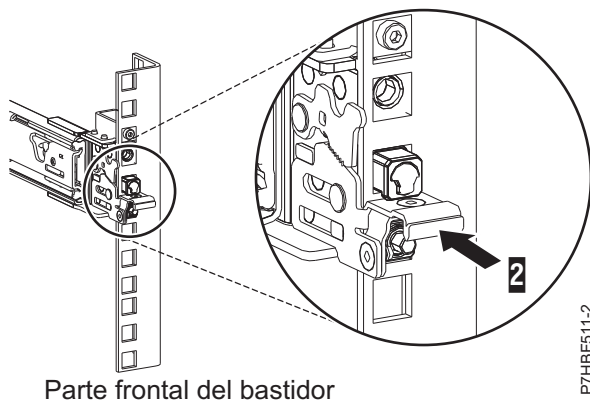

Figura 23. Pestillo colocado en el raíl frontal del bastidor
7. Al tirar del raíl deslizante hacia adelante, asegúrese de que las tres patillas sobresalen de los orificios del bastidor y, a continuación, presione el pestillo frontal (2) hasta el final. Para conocer detalles, consulte la Figura 23.